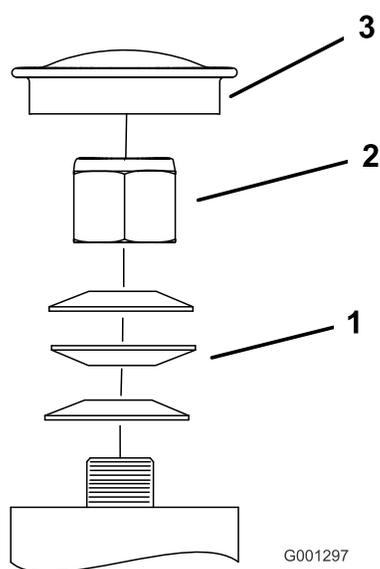

Figure 56
3. Retirez le capuchon protecteur de la roue pivotante et serrez le contre-écrou (Figure 56).
4. Continuez de le serrer jusqu'à ce que les rondelles élastiques soient aplaties, puis desserrez-le de 1/4 de tour pour obtenir la précharge correcte des roulements (Figure 56).
**Important:** Veillez à placer les rondelles élastiques comme montré à la Figure 56.
5. Remettez le capuchon protecteur en place (Figure 56).